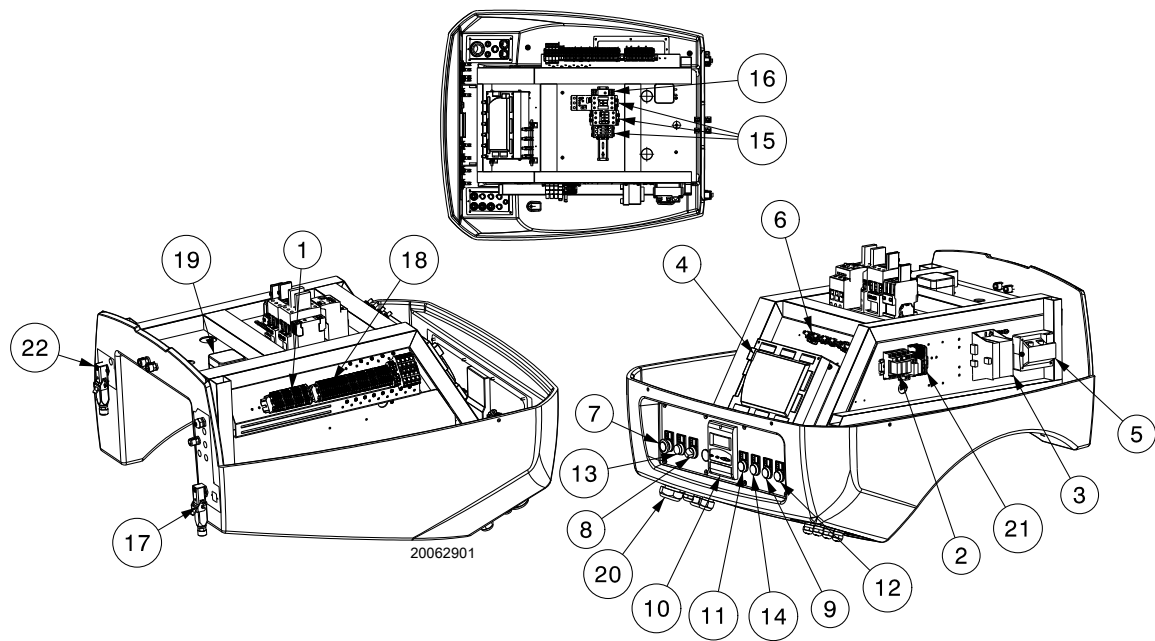

图 5
- 控制箱锁定：如果按钮 13) (图 5) (红色 LED) 亮起，则说明燃烧器处于锁定状态。按下按钮 13) (图 5) 解锁。